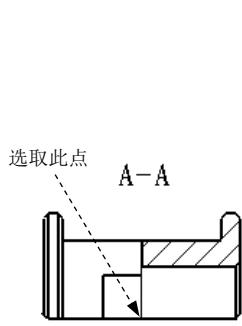

图 4.7.10 定义剖切点
(1) 选择命令。选择下拉菜单 **插入(I)** → **工程图视图(V)** → **剖面视图(S)** 命令，系统弹出“剖面视图辅助”对话框。
(2) 在 **切割线** 区域单击  按钮, 选中 ☒ **自动启动剖面实体** 复选框, 然后选取图 4.7.10 所示的点, 单击 **反转方向(L)** 按钮。